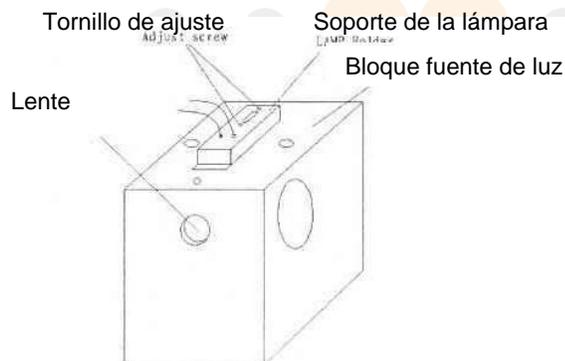

Figura 1.7
- 2) Los dibujos de la lámpara y la bomba del tubo aparecen en la figura 1.7, y 1.8: